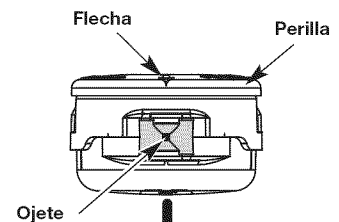

Fig. 16
1. Alinee las flechas de la perilla del cabezal de corte con los ojetes de la bobina exterior, si ya no están listos (Fig. 16)